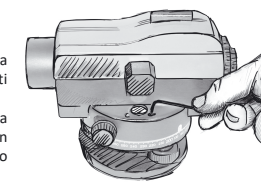

Fig. 8
e) Ripetere i passaggi da A a D fino a quando la bolla non smetterà di deviare dal centro (Fig. 8).